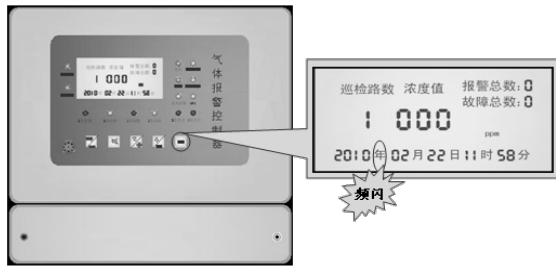

图 3-8
- ◆ **.时间的设定：**在三级操作状态下，依次按下“功能”键，当液晶下方时间区的“年”闪动时（图 3-8），